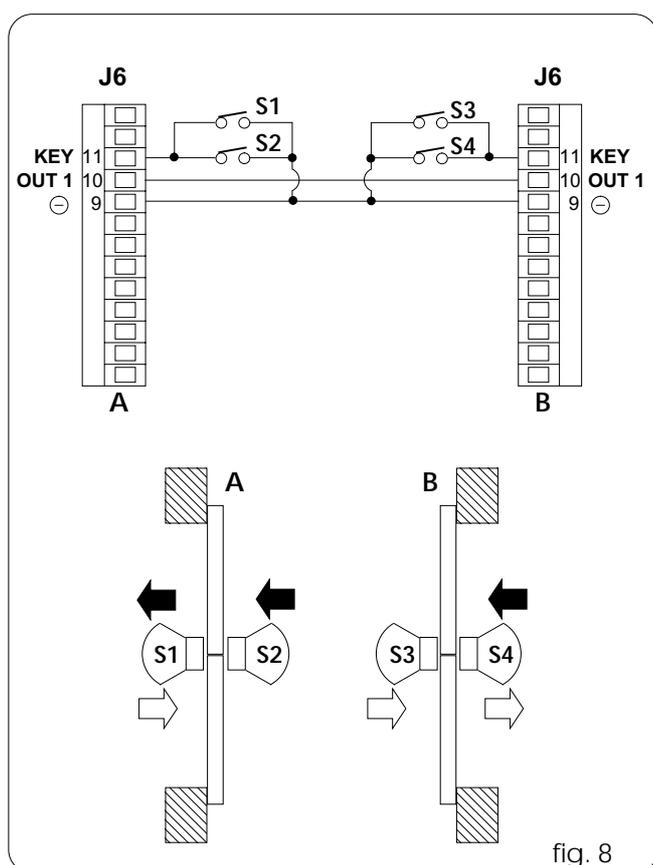

fig. 8
- Réaliser les connexions entre les borniers J6 des deux cartes 940SDM, et des détecteurs d'après la fig. 8 .